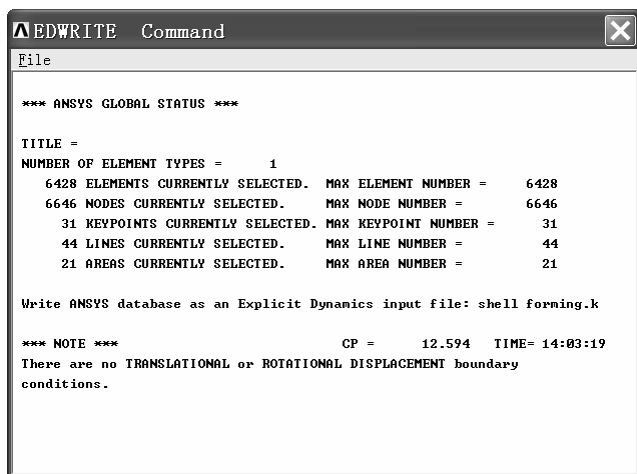
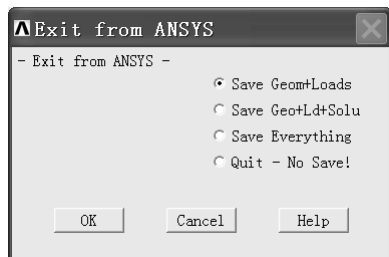

图 10-116 “EDWRITE Command” 窗口
图 10-117 “Exit from ANSYS” 窗口
(4) 单击 “Input files to be Written for LS-DYNA” 窗口中的 “OK” 按钮，弹出 “EDWRITE Command” 窗口（见图 10-116）。
(5) 单击 “EDWRITE Command” 窗口右上角的叉号关闭该窗口。
(6) 单击操作界面右上角的叉号关闭整个操作界面，弹出 “Exit from ANSYS” 窗口（见图 10-117）。